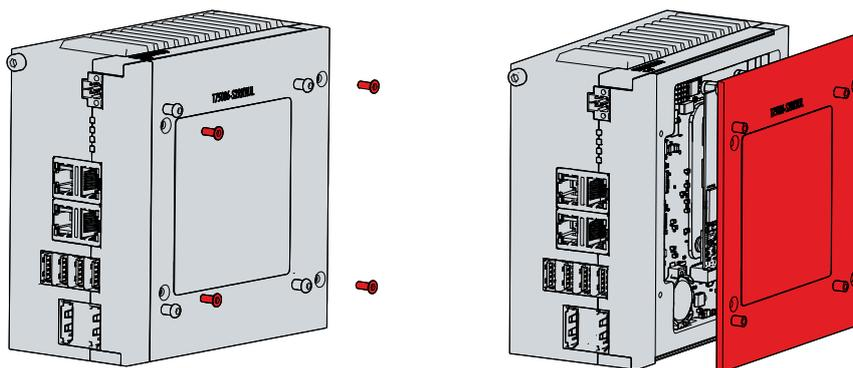

Fig. 19: Accès à la batterie et aux supports de stockage
Vous avez maintenant accès à la batterie (1) et au support de stockage (2) (voir fig. 19).